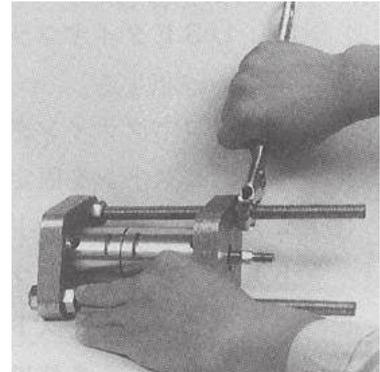

Fig.28
2) ロッドの押し込みが重い時や、ピストンがボンネットRのストッパーまで到達できない場合は、BFダイヤフラムの噛み込みが原因ですので④からやり直して下さい。
⑧ 締め付け治具で、シリンダの各継目が密着するまで（即ち、ボンネットと内部シリンダのロックリング溝がそれぞれ互いに一致する位置まで）シリンダの両端面を平行に圧着する (Fig.28)